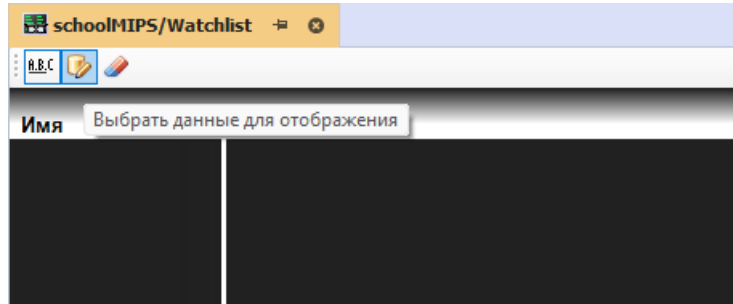

Рис. 41 Расположение кнопки «Выбрать данные для отображения»
1. В окне списка наблюдений на панели инструментов нажмите  для выбора данных, см. Рис. 41.